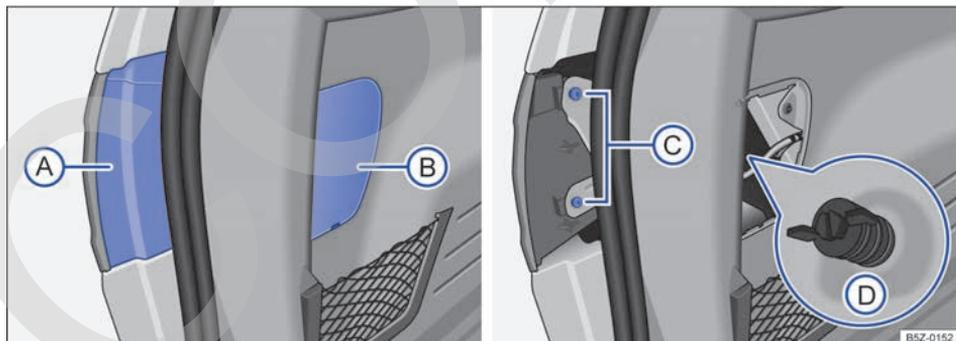
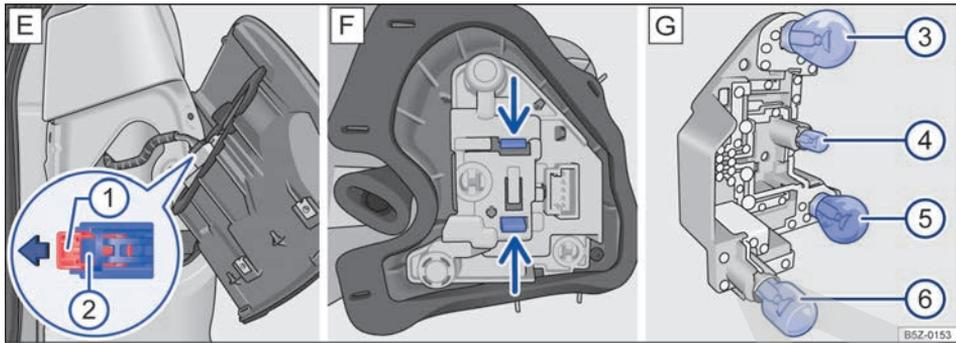

Fig. 176 En la carrocería: A) y B) cubiertas para desmontar la luz, C) tornillos de fijación a la carrocería, D) tornillo mariposa (fragmento ampliado).
Fig. 177 Linterna trasera: E desmontar la luz de la carrocería; F soporte de las lámparas; G: en el soporte de las lámparas
3. Desmonte con cuidado la cubierta (A) → fig. 176 de la parte superior.
4. Desmonte con cuidado la cubierta (B) de la parte inferior.
5. Retire los tornillos de fijación → fig. 176 (C).
6. Suelte el tornillo mariposa (D), sujetando al mismo tiempo la linterna trasera.
7. Tírala cuidadosamente de la linterna hacia afuera, para desengancharla de la carrocería → ①.
8. Retire el conector de alimentación, primero tire de la traba roja (1) en el sentido de la flecha → fig. 177 E y desmonte el conector (2) de la luz.
10. Para desbloquear el soporte de las lámparas, presionar cada lengüeta de bloqueo → fig. 177 F en el sentido de las flechas.
12. Para quitar las lámparas incandescentes quemadas → fig. 177 G (3) y (5), presione la lámpara contra el soporte y gírela en **sentido antihorario** para desmontarla.
13. Para quitar las lámparas incandescentes quemadas → fig. 177 G (4) y (6), tire la lámpara del soporte para desmontarla.
15. Para insertar las lámparas nuevas (3) y (5), en el soporte, coloque la lámpara nueva en el alojamiento correspondiente, presione la lámpara y gírela en **sentido horario** hasta el tope.
16. Para insertar las lámparas nuevas (4) y (6), en el soporte, coloque la lámpara nueva en el alojamiento correspondiente y empuje la lámpara en el soporte.
18. Instalar el soporte de las lámparas en la linterna trasera. Las lengüetas de bloqueo → fig. 177 F deben encajar de forma audible.
La ubicación e identificación de las lámparas incandescentes → fig. 177 G están relacionadas a continuación: